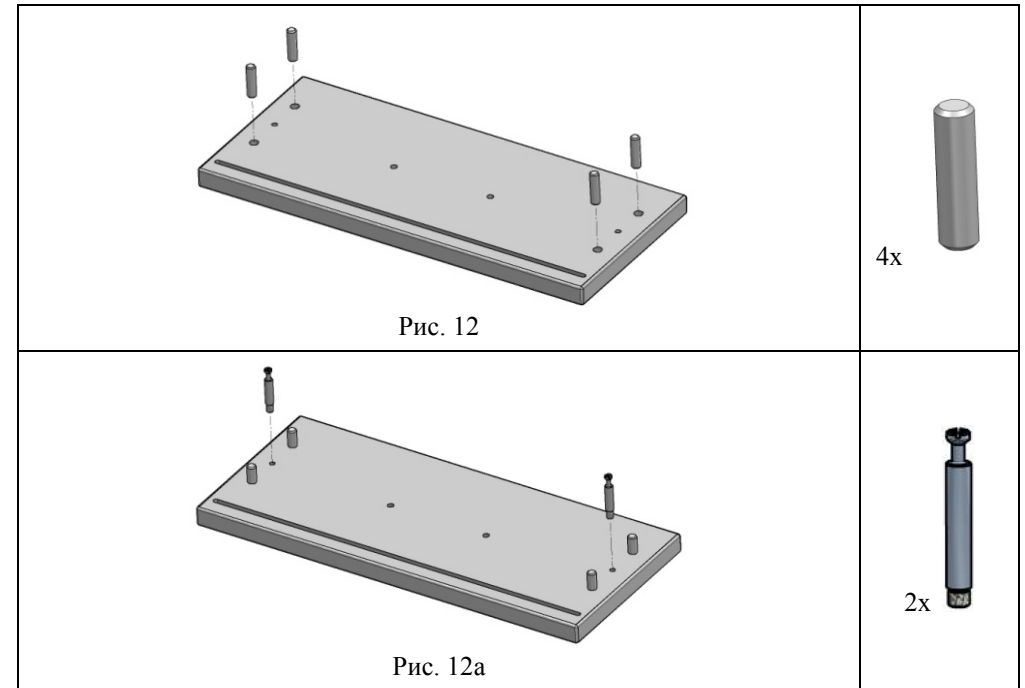

Рис. 12
5.2.1 В стенку переднюю (поз. 7) вставить шкант мебельный 8x30 дер. (поз. 7, пакет №35а) (см. рис. 12) и вкрутить шток эксцентрика саморез (поз.5, пакет №35а) до упора в стенку переднюю (см. рис. 12а).
Рис. 12а